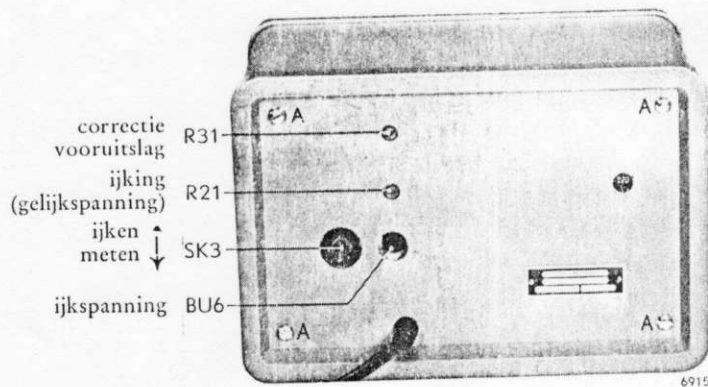

Fig. 2. Achter.aanzicht
1. Verwijder de 4 schroeven "A" (fig. 2) en neem de achterwand af.